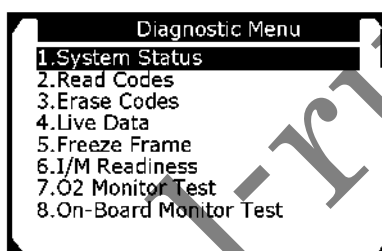

Рисунок 5-3
7) Ознакомьтесь со сводной информацией о состоянии системы (состояние индикатора MIL, количество диагностических кодов неисправностей, статус монитора), отображаемой на экране дисплея сканера. См. рисунок 5-1. Нажмите кнопку ESC, чтобы перейти к меню диагностики (см. рисунок 5-3).
1) С помощью кнопки прокрутки вверх/вниз выберите пункт **Read Codes [Считывание кодов]** в меню диагностики, а затем нажмите кнопку **ОК**. См. рисунок 5-3.
- 1) С помощью **кнопок прокрутки вверх/вниз** выберите пункт **Erase Codes [Стереть коды]** в меню диагностики, а затем нажмите **кнопку ОК**. См. рисунок 5-3.
1) Для просмотра оперативных данных используйте **кнопки прокрутки вверх/вниз**, чтобы выбрать пункт **Live data [Оперативные данные]** в меню **диагностики**, а затем нажмите **кнопку ОК**. См. рисунок 5-3.